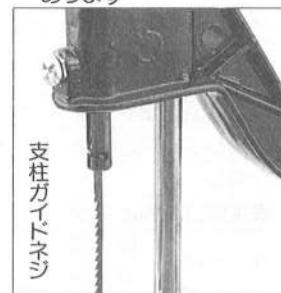

図4
- ブレードの上部支柱が回らないように支柱ガイドネジがついています。(図4参照)